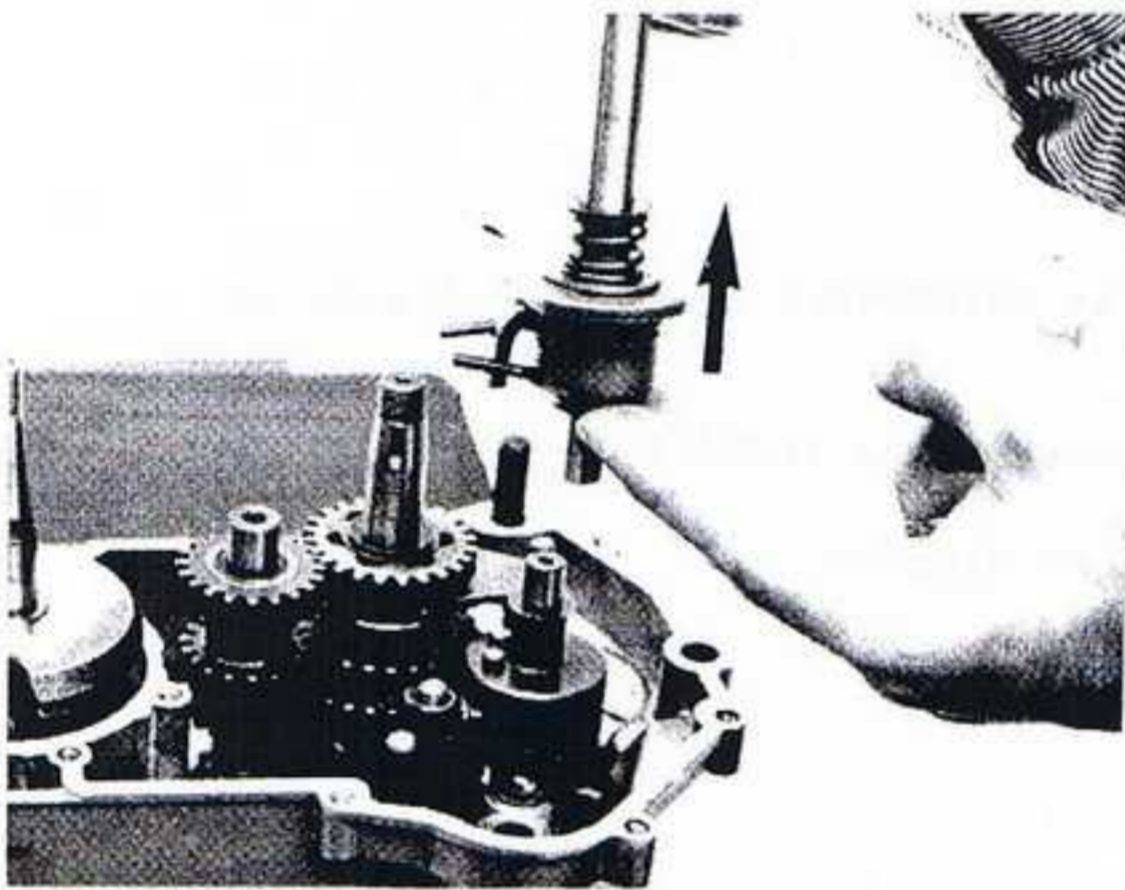

fig. 24
- Enlever l'arbre de commande de boîte en le soulevant (il y a une très légère résistance due au coincement du ressort sur le doigt d'immobilisation vissé sur le carter). (fig. 24).